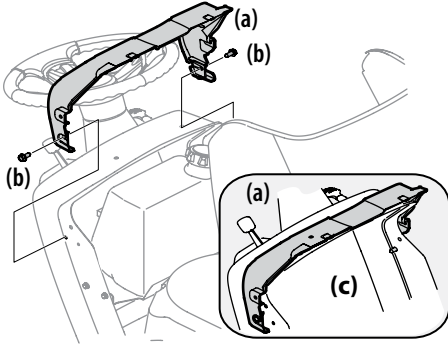

Figura 2-7
1. Si la cubierta del tablero (a) se envía suelto, el hardware para la fijación de la cubierta guión (a) se envía instalado en el tablero de instrumentos (c). Retire los dos tornillos (B) del guión (c). Vea la Figura 2-7.
2. Montar la cubierta del tablero (a) y alinee los orificios de montaje. Vea la Figura 2-7.
3. Fijan la cubierta de tablero (a) el guión (c) con los tornillos (B) retirados en el paso 1. Consulte la Figura 2-7.